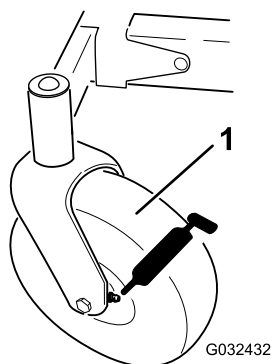
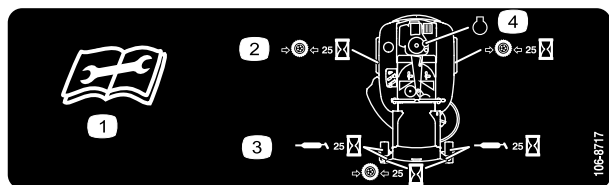

Figura 33
Figura 34
3. Pulite i raccordi d'ingrassaggio (Figura 33 e Figura 34) con un panno.
4. Collegate un ingrassatore a pressione a ciascun ingrassatore (Figura 33 e Figura 34).